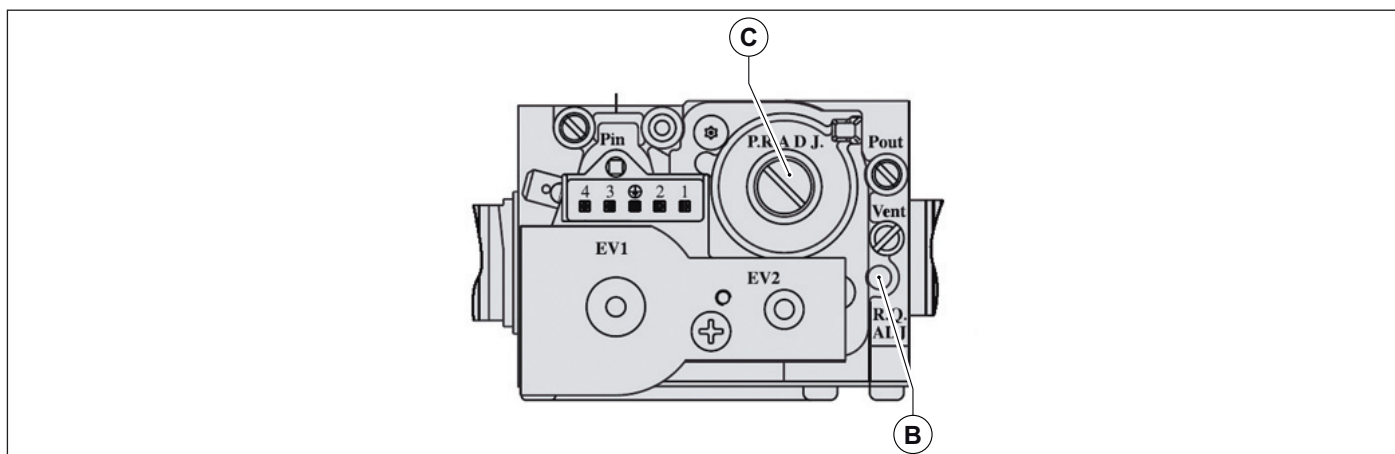

Рис. 24 Регулировка уровни содержания углекислого газа
- Отрегулировать уровень содержания углекислого газа (CO₂) в дымовых газах с помощью соответствующего регулятора **B** (смотри Рис. 24 Регулировка уровни содержания углекислого газаи удостовериться, что его величина находится в пределах, указанных в Табл. 11 Содержание CO₂ в дымовых газах. Не выключая режим "трубочист", перейти к следующему этапу — регулировке минимальной мощности.
- Отрегулировать уровень содержания углекислого газа (CO₂) в дымовых газах, вращая регулятор «offset» **C** (смотри Рис. 24 Регулировка уровни содержания углекислого газаи удостовериться, что его величина находится в пределах, указанных в Табл. 11 Содержание CO₂ в дымовых газах.